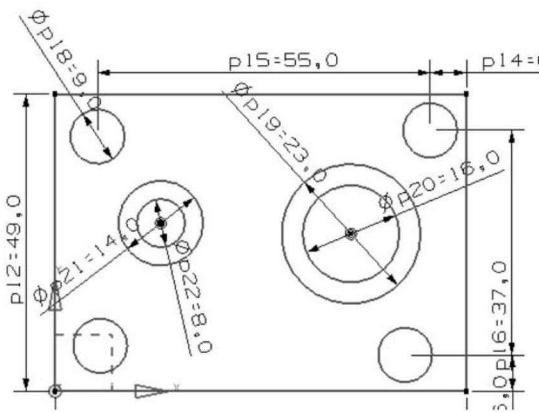

图 1.9 约束圆直径尺寸
- (8) 单击“自动判断尺寸”按钮 ，选择绘制的圆形，设置圆的直径，如图 1.9 所示。